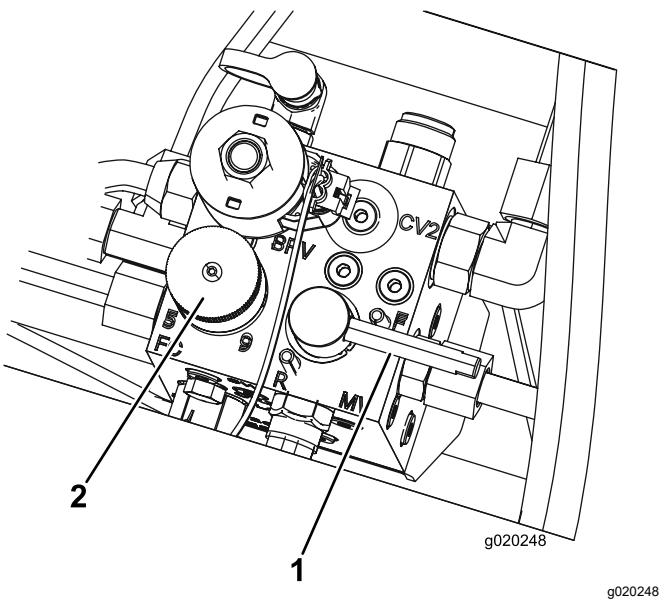

Figura 80
5. Impostate il comando della velocità dei cilindri in posizione 1 (Figura 80).
6. Spostate la leva di lappatura in posizione R (lappatura) (Figura 80).